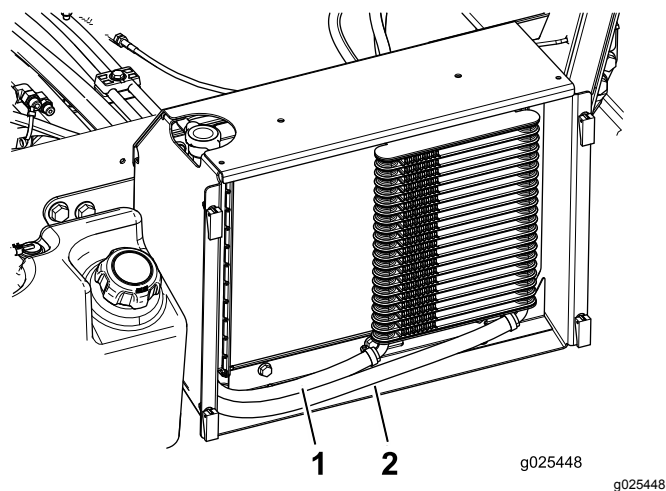

Figura 18
7. Conecte las mangueras largas al enfriador como se muestra en la Figura 18.